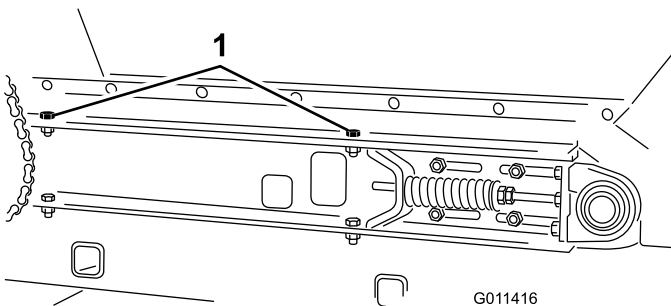

Figure 32
4. De chaque côté de la machine, retirez les (2) vis à tête, rondelles et écrous qui fixent la trémie au plateau coulissant (Figure 32).